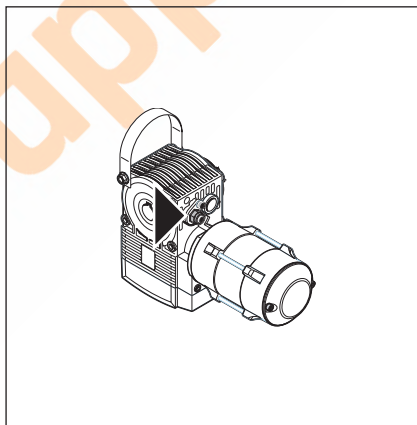
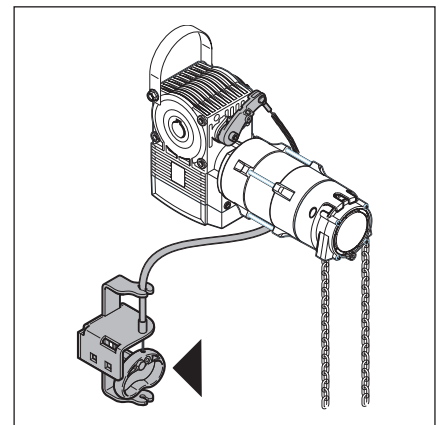

Abb. 8-1: Wartungsentriegelung
Abb. 8-2: Gesicherte Entriegelung
2. Bei geschlossenem Tor Wartungsentriegelung (siehe Abb. 8-1) oder gesicherte Entriegelung (siehe Abb. 8-2) betätigen.